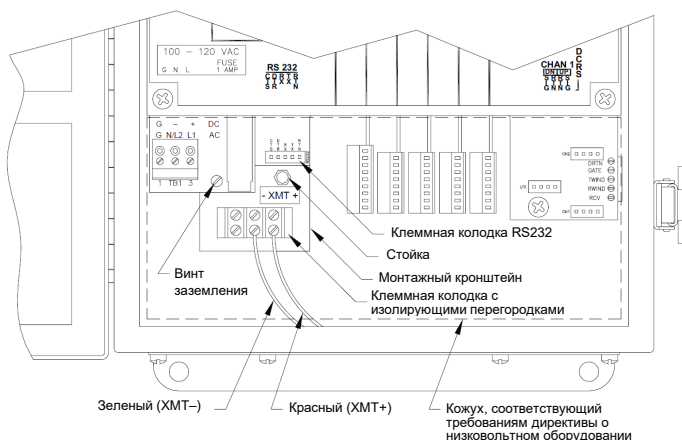

Рисунок 9: Монтаж преобразователя интерфейсов
В корпусе модели GF868 предусмотрен специальный кронштейн с преобразователем последовательных интерфейсов, непосредственно под клеммной колодкой RS232 (см. рис. 9). Стандартная клеммная колодка RS232 подсоединяется проводами ко входу преобразователя последовательных интерфейсов, а выход RS-485 преобразователя подсоединяется к клеммной колодке с изолирующими перегородками.
Стандартные заводские проводные соединения последовательного интерфейса RS485 предполагают последовательный монтаж от точки к точке. То есть один расходомер GF868 может быть подключен напрямую к одному персональному компьютеру. Чтобы подключить последовательный интерфейс RS485, см. рис. 9 и выполните указанные ниже действия.
- 3. Снимите монтажный кронштейн преобразователя последовательных интерфейсов. Для этого снимите стойку, расположенную под клеммной колодкой RS232, и винт заземления слева от нее (см. рис. 9).